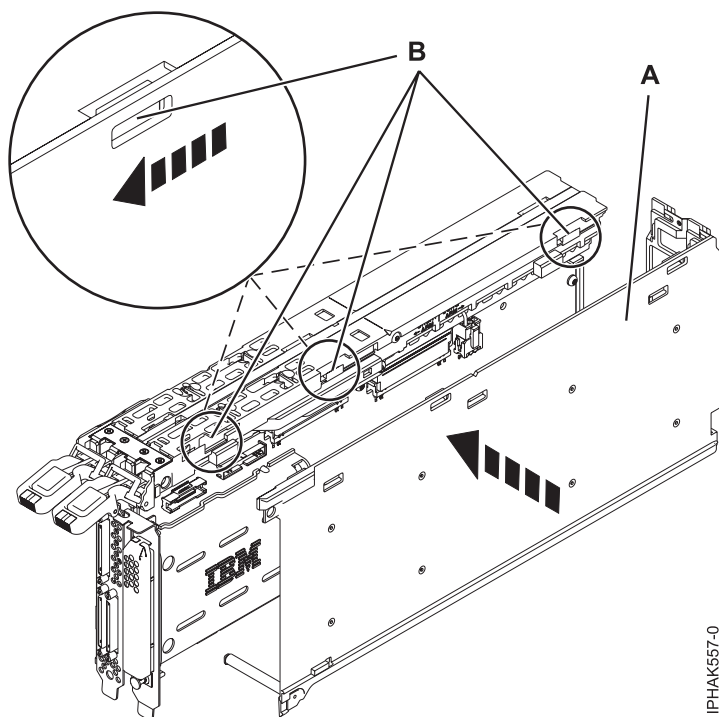

Figura 58. Instal·lació de la coberta
6. Instal·leu la coberta: Vegeu la Figura 58 a la pàgina 75.